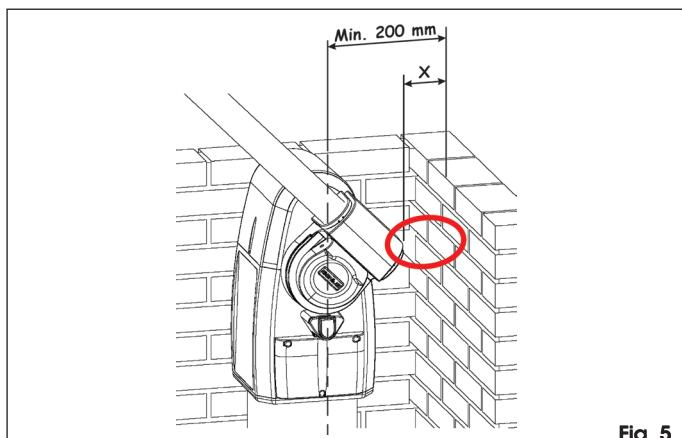

Fig. 5
- contrôler que les espaces minimums de manœuvre, illustrés dans la Fig. 5, sont respectés.
Si la cote "X", indiquée dans la Fig. 5, est inférieure à 500 mm, il est OBLIGATOIRE de protéger la zone indiquée avec un dispositif de protection conforme à la norme UNI EN 12978